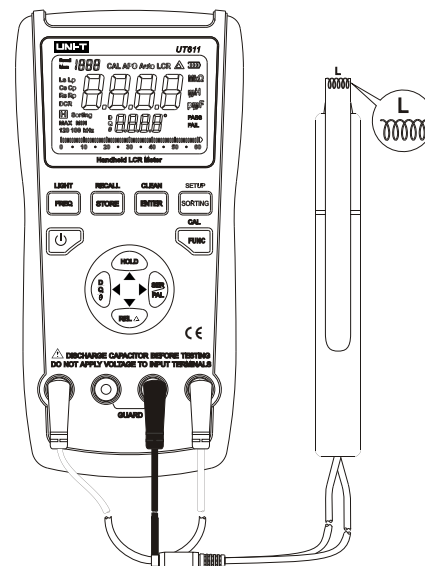

图 6
- 3) 将电感插入测试端口或用相应的附件接入被测电感（如图6）。